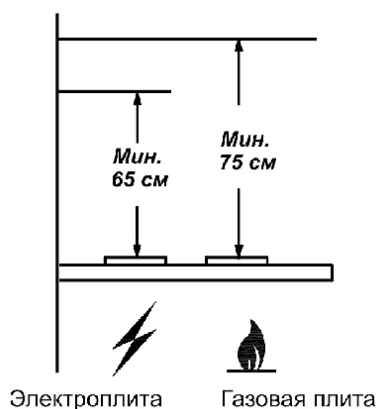

Рис. 1
- Минимальная безопасная высота между варочной поверхностью и вытяжкой – 65 см. для электрических плит и 75 см. для газовых плит (рис. 1).